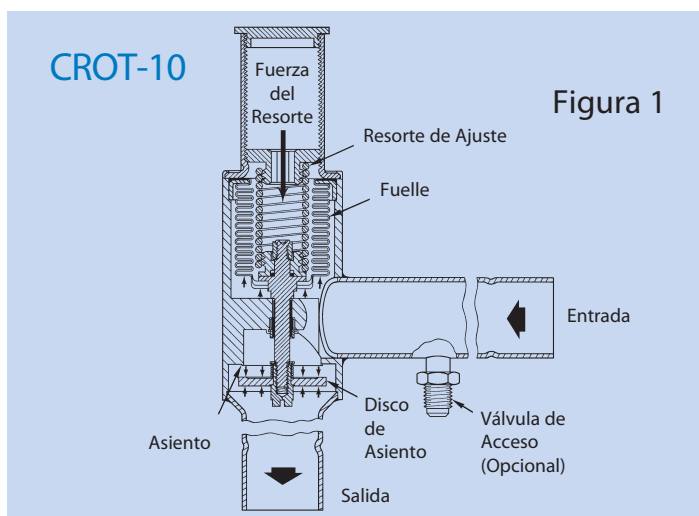
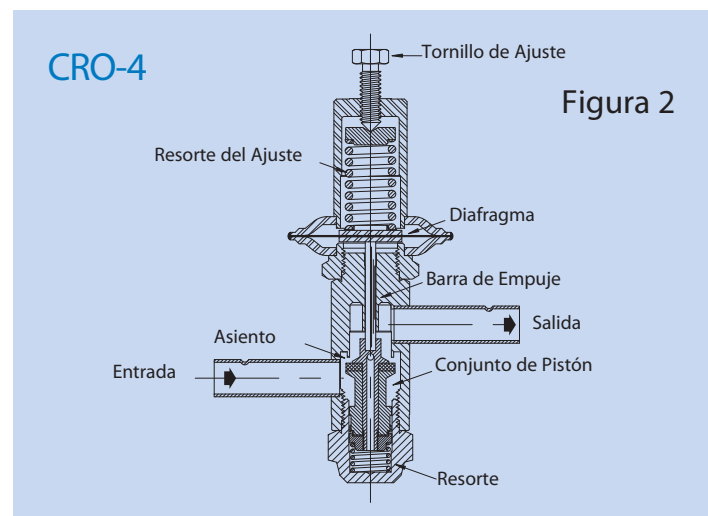

Figura 1
Figura 2
**OPERACIÓN DE LA VÁLVULA CRO** – Las válvulas reguladoras de presión del cárter (algunas veces llamadas válvulas reguladoras de presión de succión) responden solamente a la presión a su salida (cárter del compresor o presión de succión). Para indicar esta característica, la designación de nuestras válvulas reguladoras de la presión de cárter describe su operación: Close on Rise of Outlet o CRO, la cual es la designación en Inglés que significa Cierra al Aumentar la Presión de Salida. La Figura 1 muestra ya sea una CRO(T)-6 o CRO(T)-10. En estos modelos, la presión de entrada se ejerce en la parte inferior del fuelle y sobre la parte superior del disco de asiento. Dado que el área efectiva del fuelle es igual al área del puerto, la presión de entrada se cancela y no afecta la operación de la válvula. La presión de salida que actúa en la parte inferior del disco ejerce una fuerza en la dirección de cerrado. A esta fuerza se le opone la fuerza ajustable del resorte y estas son las fuerzas de operación de la CRO. La presión de ajuste de la CRO es determinada por la fuerza del resorte. La CRO-4 se muestra en la Figura 2. Este modelo tiene un diseño de pistón balanceado el cual elimina el efecto de la presión de entrada y salida en el pistón. La presión de salida pasa alrededor de las barras de empuje haciendo presión debajo del diafragma. Esta presión, combinada con la fuerza del resorte debajo del pistón, se ejerce en la dirección de cerrado. La fuerza de apertura resulta del conjunto del elemento del resorte ajustable. La presión de ajuste de las CRO's es determinada por la fuerza del resorte